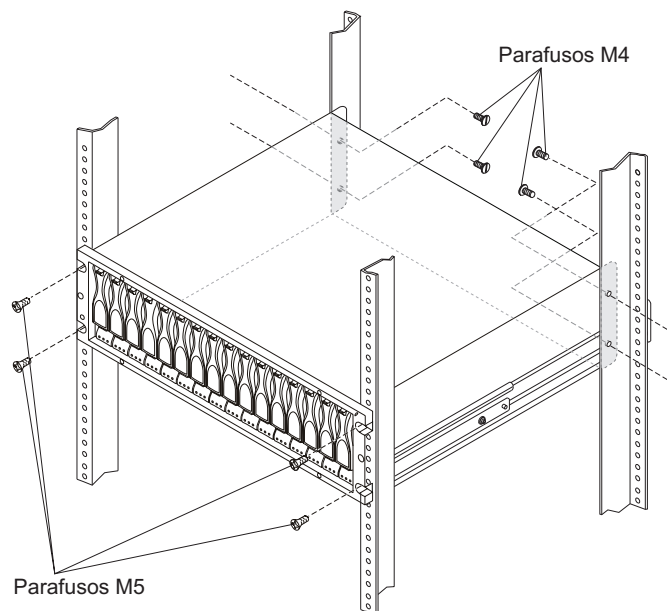

Figura 20. Prendendo o DS5020 no Gabinete do Rack
4. Prenda o subsistema de armazenamento. A Figura 20 na página 45 mostra como prender o subsistema de armazenamento no rack.
- c. Prenda a parte frontal do DS5020 utilizando os quatro parafusos M5 conforme mostrado na Figura 20 na página 45.